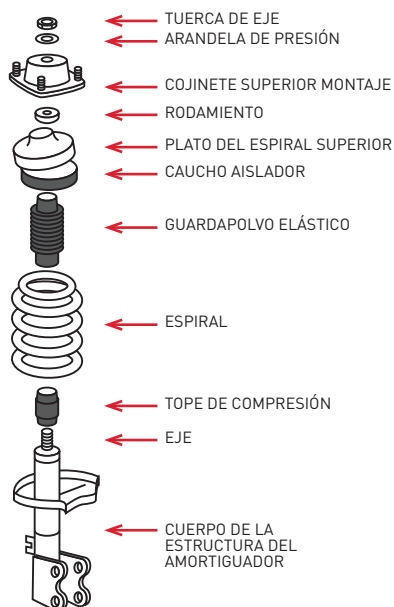

FIGURA 1
Figura 1: Cuando se rempazan los amortiguadores frontales, inspeccione la suspensión frontal para asegurarse que el tope (B) este en su sitio. Normalmente esta en el lado superior del brazo de control inferior (C). si el tope es dañado o ausente, remplace con una parte nueva de lo contrario podría resultar un daño al amortiguador nuevo o a otras partes de la suspensión.